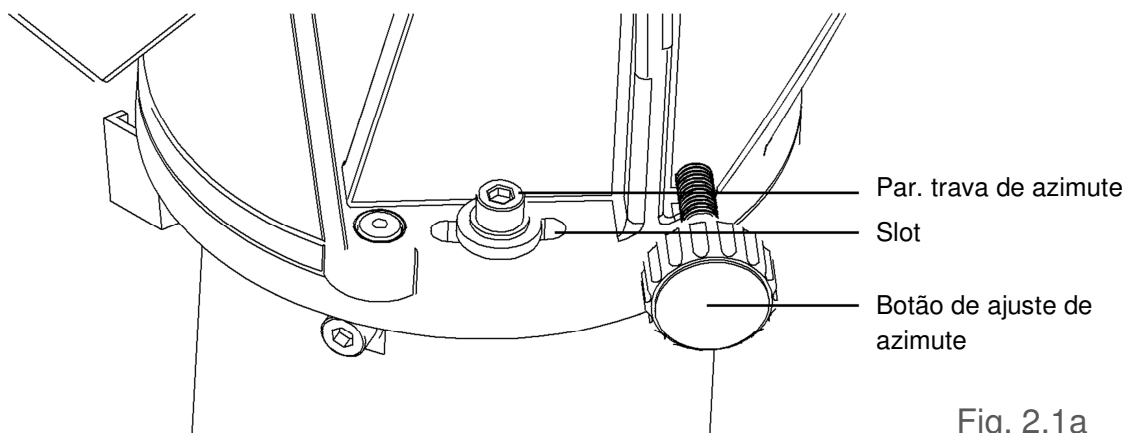

Fig. 2.1a
2. Solte o botão de bloqueio primário e os dois parafusos de fixação de azimute, e, em seguida, use os botões de ajuste de azimute para colocar os parafusos de fixação de azimute no meio dos slots (Fig. 2.1a). Aperte os parafusos de fixação de azimute ligeiramente.